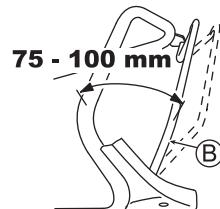

Fig. 25
Ajuste de maneira que a máquina se movimente (a embraiagem de acionamento está acoplada) quando a distância entre o manipulo da embraiagem de acionamento (B) e o guiaador for de 75 - 100 mm, como mostrado na fig. 25.